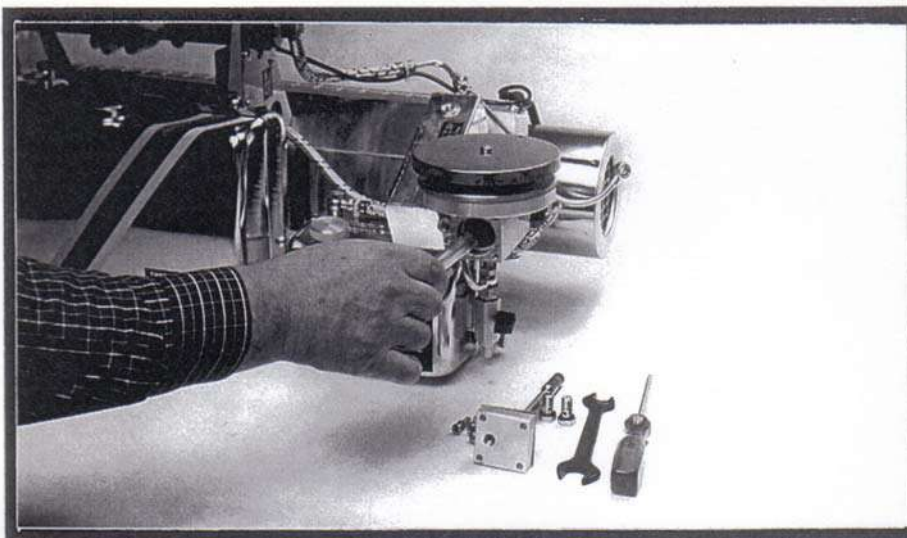

Bild 8
- Проверьте диафрагмы (40) клапана (38) на основании воздухозаборника (51) на наличие повреждений и правильность установки. Одновременно проверьте манжеты (42,43);
- Проверьте втулку карбюратора (48) и смесительную камеру (36) на наличие нагара (рис.8+10=Bild 8+10).